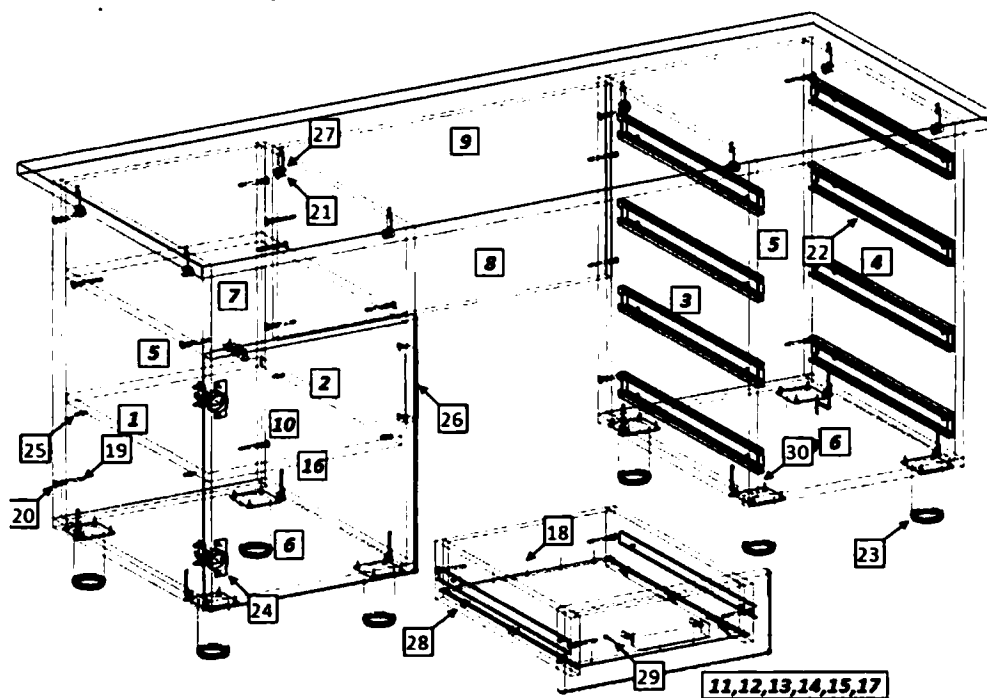

Рис. 1
1. Внимательно ознакомьтесь со схемой сборки, изображённой на рис. 1, сверяясь со спецификацией на изделие. Согласно схеме и спецификации определите расположение деталей в изделии и порядок их сборки. Сборка производится на ровном полу, укрытом материалом, предотвращающим повреждение покрытия пола и деталей мебели. Подготовьте необходимые для сборки инструменты – плоскую и крестовую отвёртки, молоток, рулетку или линейку.
2. На боковых стенках (1,2,3,4) установите цилиндрические части эксцентриковых стяжек (26). На боковых стенках (1,2,3,4) шурупами 4×16 (16) закрепите направляющие (21). На вертикальных стенках (3,4) установите полкодержатели (24). На боковой стенке (4) закрепите монтажные планки петель (23). На крышке (8) установите штоки эксцентриковых стяжек (26).
3. Евровинтами (18), как показано на рис. 1, соедините боковые стенки (1,2,3,4) с вертикальными стенками (5) и горизонтальными стенками (6). На горизонтальной нижней стенке при помощи шурупов 4×16 (29) установите регулируемые опоры (22). Собранные тумбы соедините вертикальной стенкой (7), установив её при помощи евровинтов (18). Установите крышку (8). Затяжка соединения производится путём поворота эксцентриков до упора в направлении стрелки, выштампованной на корпусе стяжки. Закройте видимые головки евровинтов и эксцентриков заглушками (19,20).
4. На двери (15) шурупами 4×16 (29) закрепите петли (23), установите ручку (25). Закрепите дверь (15) к боковой стенке стола (4). Отрегулируйте положение двери винтами петель. Установите полку (9) на полкодержатели (24).
5. Сборка ящиков. Евровинтами (18) соедините боковые стенки ящика (10,11) с задней (12) и передней (13) стенками. Дно ящика (14) установите в пазы и закрепите к задней и передней стенке гвоздями (17), к боковой стенке – уголками (27). Шурупами 4×16 (29) закрепите узкие части направляющих (21). Шурупами 3.5×30 (28) закрепите фасад (16) к передней стенке ящика (13). Установите ручку (25). Установите собранные ящики в корпус стола.